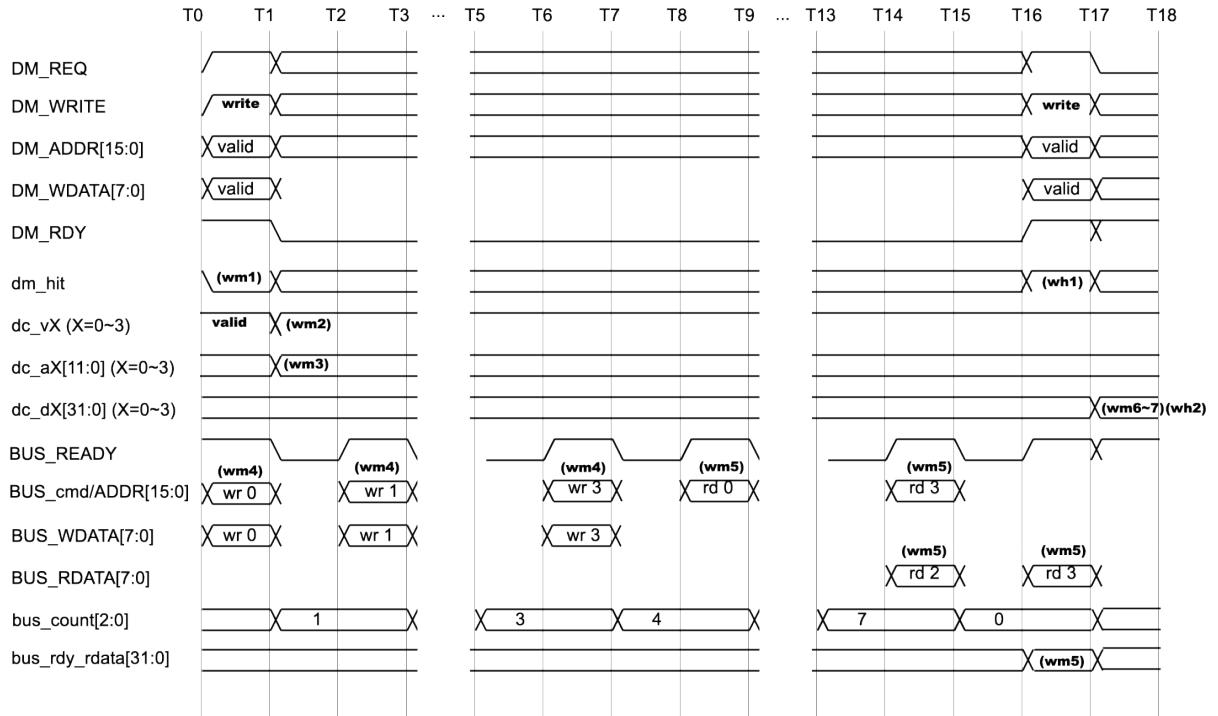

図 1.27: bfCPU のデータ・キャッシュの動作タイミング (ライト・アクセスでライト・バックがある場合)
- ライト・アクセスでミス時のライト・バックがある場合: 図 1.27